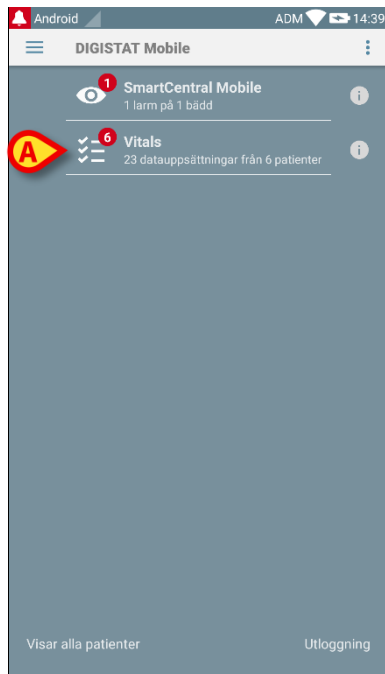

Fig. 42
- Tryck på motsvarande rad på den handhållna enhetens skärmbild (Fig. 42).